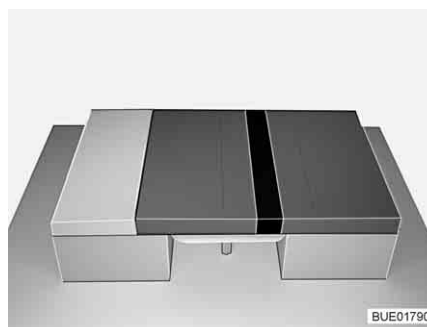

Fig. 97 Después de la transformación
- Colocar el cojín adicional entre los cojines del asiento (véase Fig. 97).